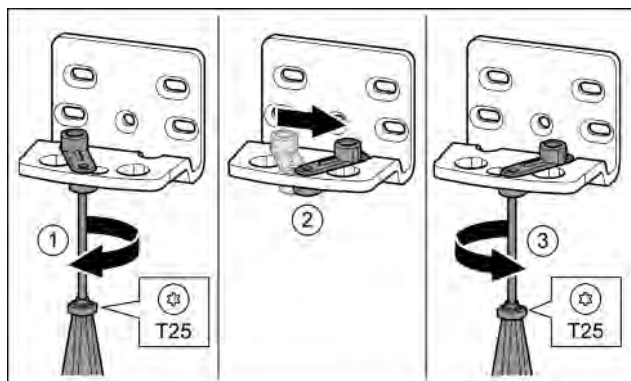

Fig. 16
- ▶ Odvijačem T25 labavo zavijte vijak. *Fig. 16 (1)*
- ▶ Podignite pomagalo za zatvaranje vrata i okrenite ga za 90° udesno u provrt. *Fig. 16 (2)*
- ▶ Odvijačem T25 čvrsto pritegnite vijak. *Fig. 16 (3)*